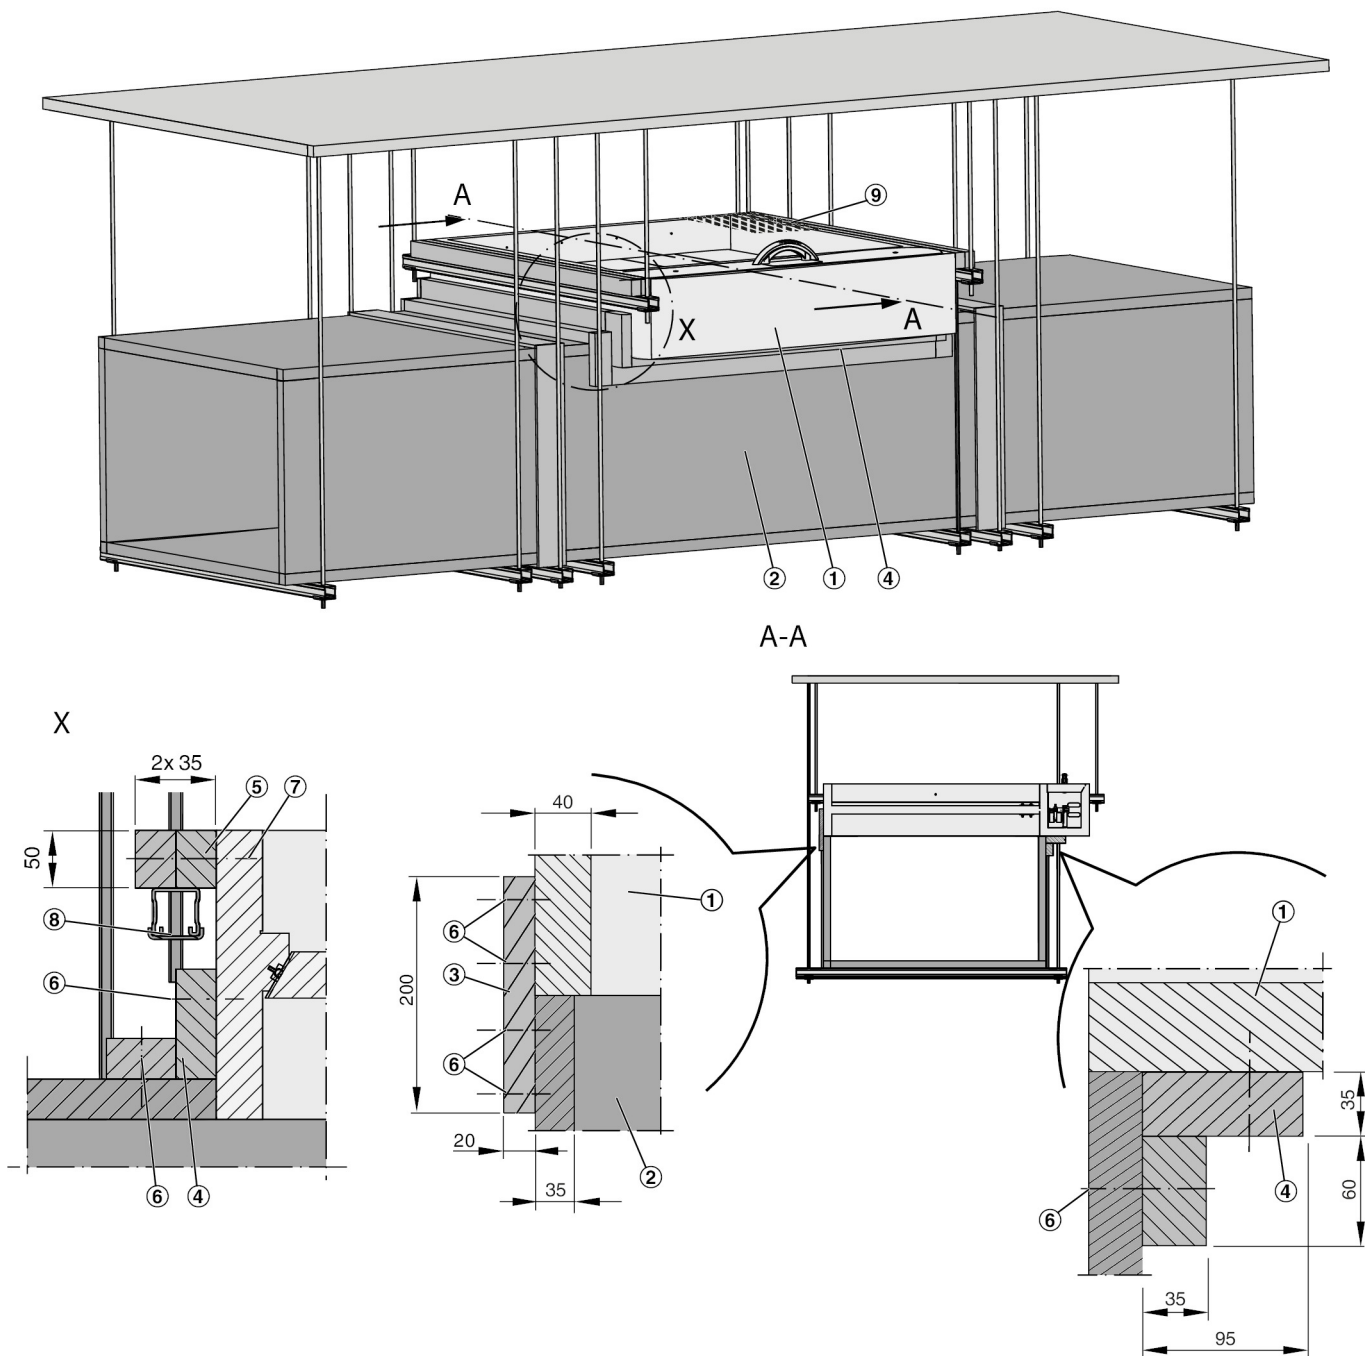

Abb. 34: Einbau auf horizontaler feuerwiderstandsfähige Entrauchungsleitung
3. ▶ Riegel ( Abb. 34 /4) zwischen feuerwiderstandsfähiger Entrauchungsleitung und der Entrauchungsklappe herstellen ☞ 6 „Entrauchungsleitung und Abschlussgitter“ auf Seite 65 .
4. ▶ Bei bündiger Lage von Entrauchungsleitung und Entrauchungsklappe, kann die Klappe mit Verbindungstreifen ( Abb. 34 /3) verbunden werden.
Wird an der Bedienseite keine Leitung angeschlossen, ist an der Klappe ein Abschlussgitter ( Abb. 34 /8) zu montieren, ☞ 6.4 „Abschlussgitter“ auf Seite 67 .